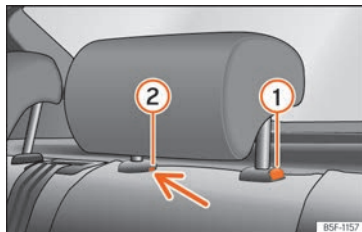

Abb. 115 Kopfstützen hinten: Ausbau.
- Drücken Sie die Taste » Abb. 115 ① und gleichzeitig mit einem Schlitzschraubendreher [Breite max. 5 mm] in die Öffnung der Verriegelung ② und ziehen Sie die Kopfstütze heraus.